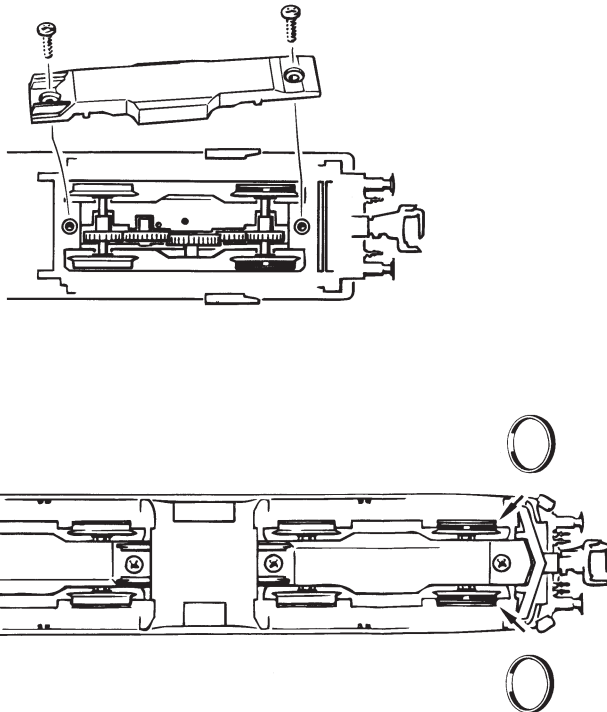

Fig. 7
**1. Reinigung der Radstromkontakte:** Radstromkontakte können auf unsauberen Schienen leicht verschmutzen. Entfernen Sie **vorsichtig** mit einem kleinen Pinsel **den Schmutz** an den in Fig. 7 gekennzeichneten Stellen.
**1. Cleaning of wheel contacts:** Wheel contacts easily get dirty on tracks which are not entirely clean. Use a small brush to **remove dirt** from spots marked in fig. 7.